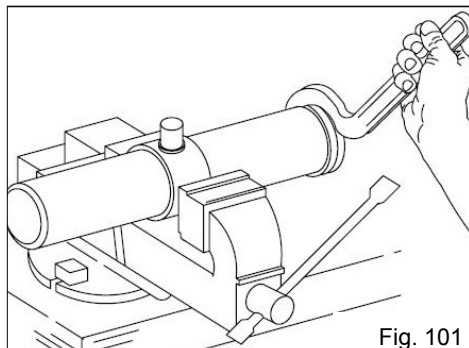

Fig. 101
- Fixe o cilindro em uma morsa e com uma chave especial, solte a porca do guia, retirando a haste com o êmbolo (Fig. 101);